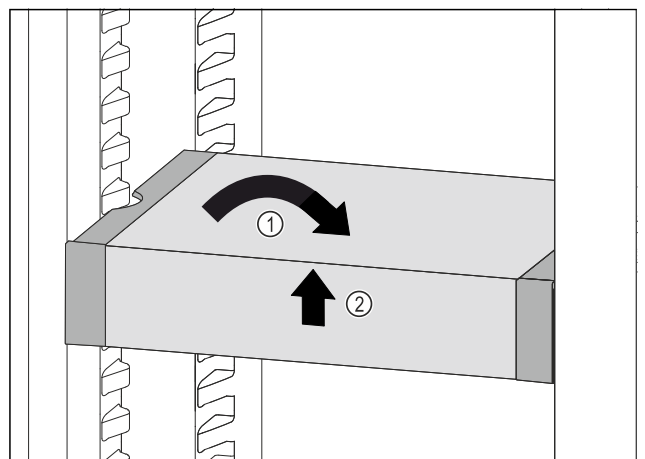

Fig. 89
- Collocare VarioSafe in maniera dritta. Fig. 89 (1)
- Sollevare VarioSafe dal lato anteriore. Fig. 89 (2)